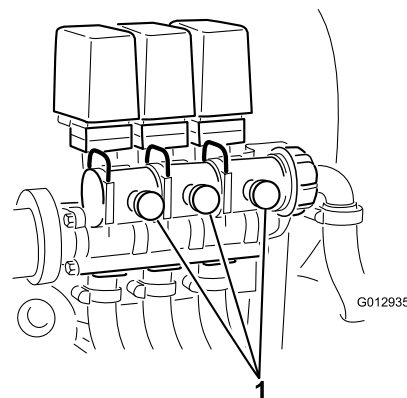

図 29
12. OFF にしたブームのブーム・コントロール・バルブについているバイパス・バルブ（図 29）を使って、上記手順9で設定した水圧と同じ水圧に調整する。